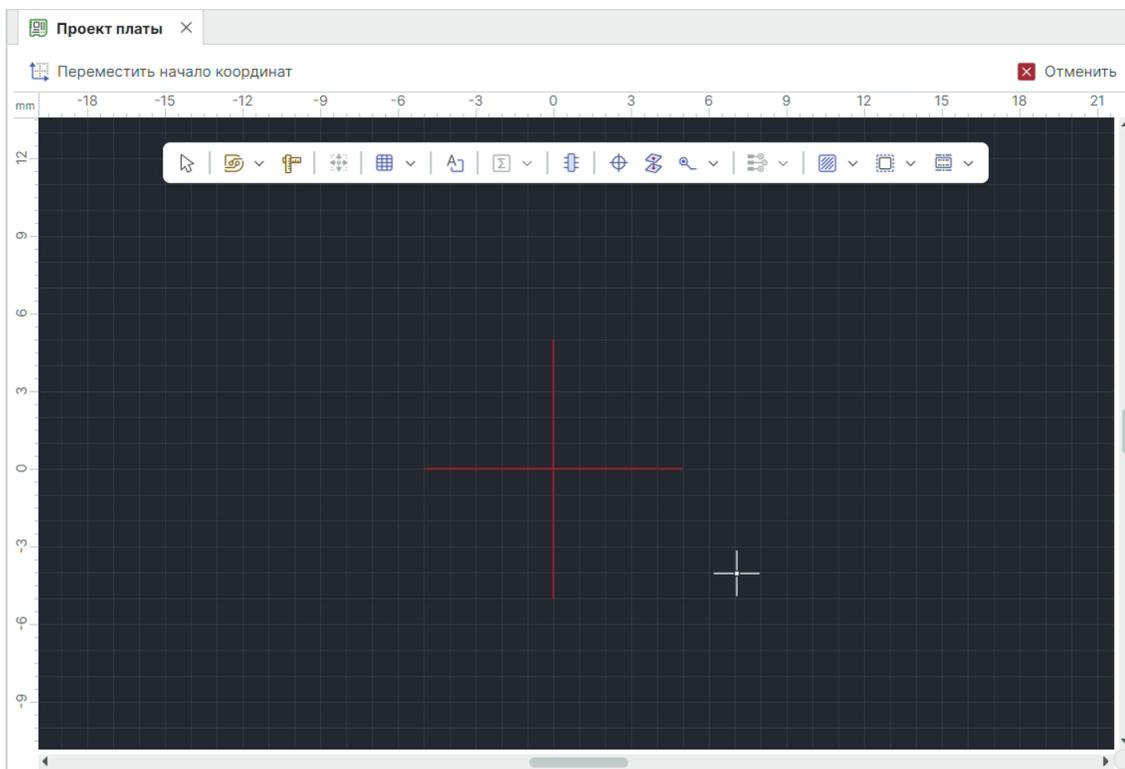

Рис. 84 Перемещение начала координат
2. Переместите курсор в нужную точку, при этом вид курсора должен измениться, и нажмите левую кнопку мыши, см. Рис. 84.